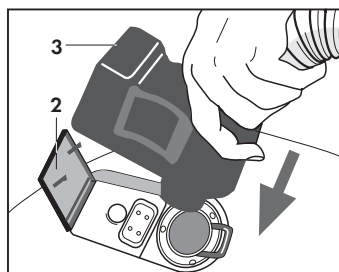

Fig. 8
- Aprire completamente lo sportello (2) della presa accessori (D) ed inserire l'attacco rapido (3) del tubo flessibile (o del ferro da stiro) nella presa posta sulla parte anteriore dell'apparecchio, premendo a fondo (**Fig. 8**)
- Potete inserire l'attacco rapido (3) come sopra descritto nelle figure 8 e 9 anche nella presa posteriore di soffiaggio (O) dopo aver rimosso il silenziatore (P). Da questa presa non è possibile erogare vapore o detergente.
Prima di togliere l'attacco rapido (3) del tubo flessibile (Fig. 8) dalla presa (D) o (O), spegnere i due interruttori caldaia (B) e accessori (M) e togliere la spina del cavo alimentazione dalla presa di corrente.